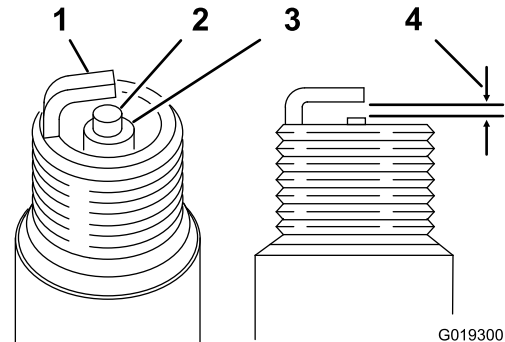

Figure 44
- Réglez l'écartement des électrodes centrale et latérale de chaque bougie à 0,76 mm ; voir Figure 44. Montez les bougies avec l'écartement correct et un joint d'étanchéité, et serrez-les à 22 N·m.